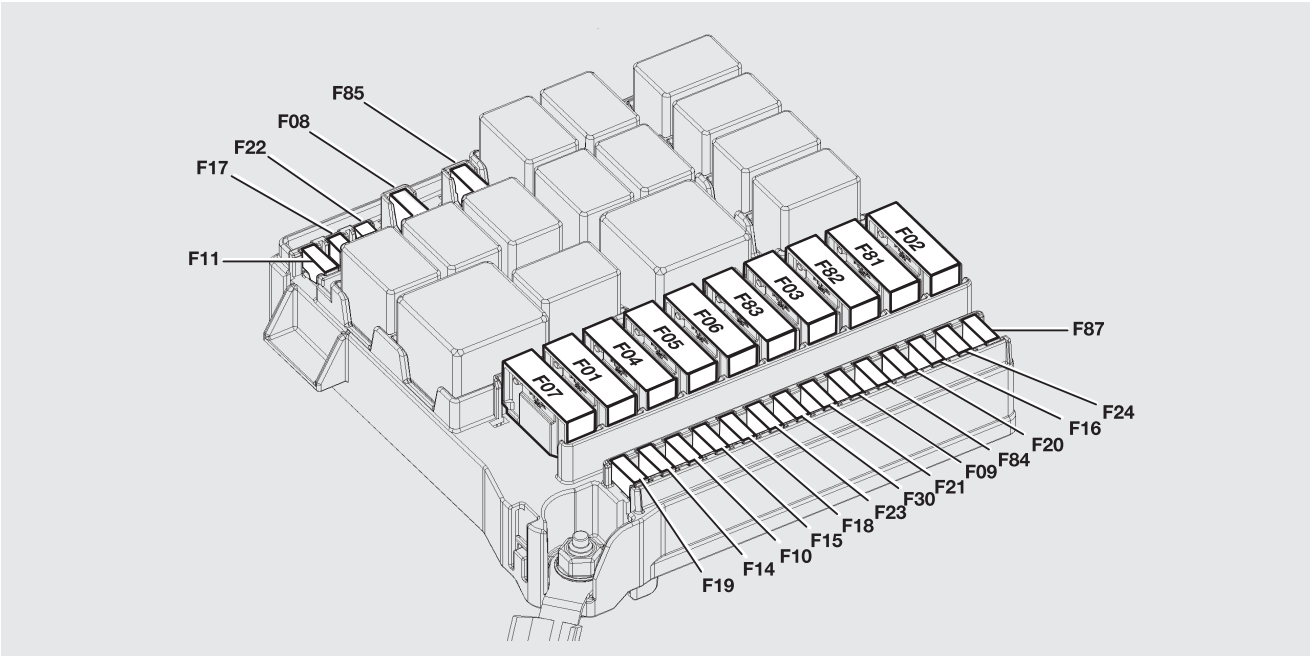

fig. 162
**DISPOSITIVO PROTEGIDO - fig. 162**